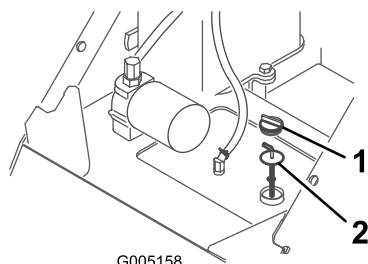

Figura 35
4. Limpe a zona em redor do tubo de enchimento do depósito hidráulico (Figura 35).
5. Remova a tampa do tubo de enchimento e verifique o nível de fluido na vareta (Figura 35).